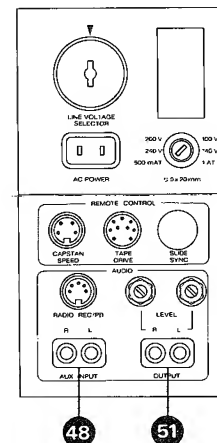

Fig. 9.14.
- NF-Generator an Anschluss AUX INPUT (48) (Fig. 9.14.) parallel anschliessen.
- NF-Millivoltmeter an Ausgang OUTPUT (51) (Fig. 9.14.) anschliessen.
- Ein-/Ausschalter DOLBY NR (30) einschalten.
- Connect audio generator in parallel to input AUX INPUT (48) (fig. 9.14.).
- Connect audio millivoltmeter to OUTPUT (51) (fig. 9.14.).
- DOLBY NR switch (30) to position ON.
- Raccordez parallèlement aux entrées AUX INPUT (48) un générateur BF (fig. 9.14.).
- Raccordez un millivoltmètre BF à la sortie OUTPUT (51) (fig. 9.14.).
- Enclenchez le commutateur DOLBY NR (30).